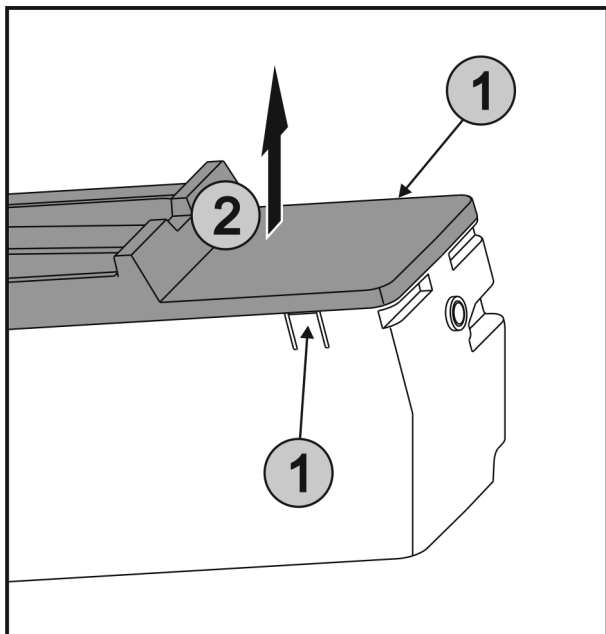

Fig. 60
- Tryck samtidigt på flikarna Fig. 60 (1) på båda sidorna av EasyTwist-Ice och ta ut täcklocket Fig. 60 (2) uppåt.